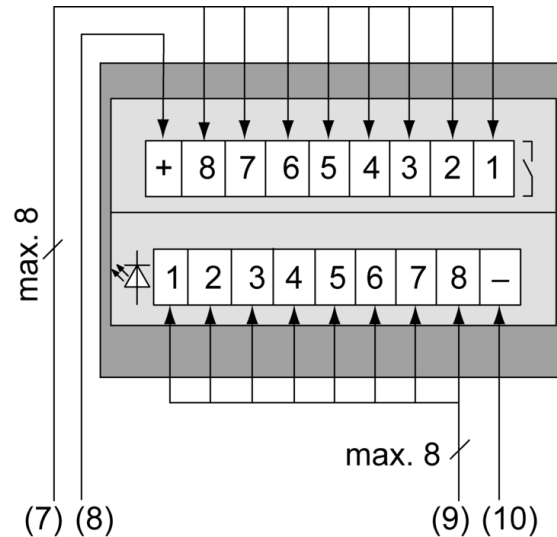

Bild 2: Beispielanschluss Tastsensor-Modul 4fach
- Tragrings (1) lagerichtig auf eine Gerätedose montieren. Kennzeichnung **TOP** = oben beachten; Kennzeichnung **A** vorne. Beiliegende Dossenschrauben verwenden.
- Rahmen (2) auf Tragrings stecken.
- Tastsensor-Modul (4) gemäß Anschlussbeispiel an Relaisstation anschließen (siehe Bild 2).